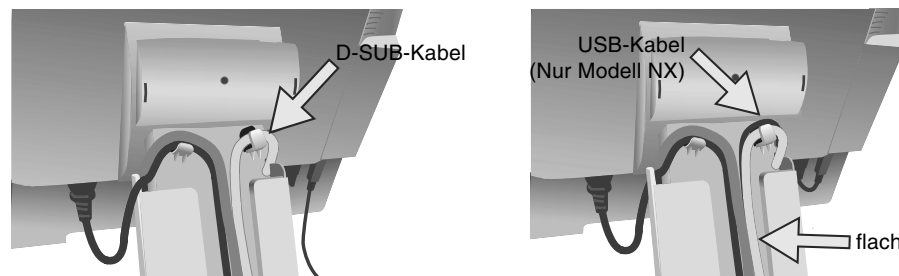

Abbildung C.3 (Bild: Modell LCD2070NX)
8. Sorgen Sie dafür, dass alle Kabel flach am Fuß anliegen (**Abbildung C.3**).